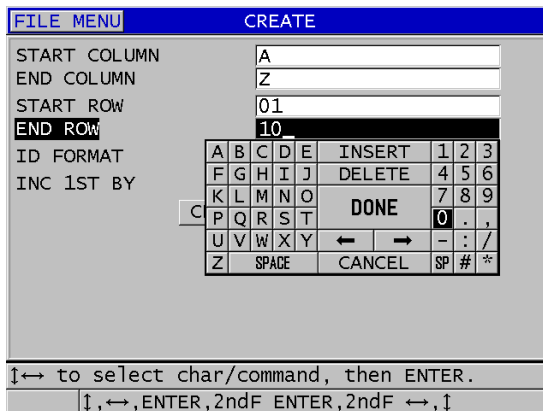

図 11-10 2-D グリッドデータファイルタイプに対する ID 範囲の構成
3. 作成画面で、以下の操作を行います（192ページの図 11-10 参照）。